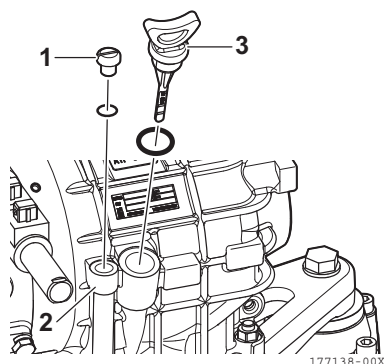
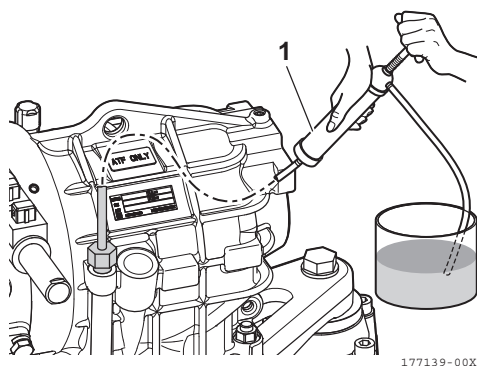

Figure 9
Figure 10
1. Le changement d'huile doit être effectué en retirant le bouchon (1, **Figure 9**) du tuyau d'aspiration d'huile (2, **Figure 9**).
L'aspiration peut être effectuée à l'aide d'une pompe manuelle (1, **Figure 10**).
2. Enfoncez le tuyau de la pompe manuelle (1, **Figure 10**) à travers le tuyau d'aspiration (2, **Figure 9**) et aspirez le liquide.
3. Dévissez la jauge d'huile (3, **Figure 9**).
5. Vissez la jauge d'huile (3, **Figure 9**).